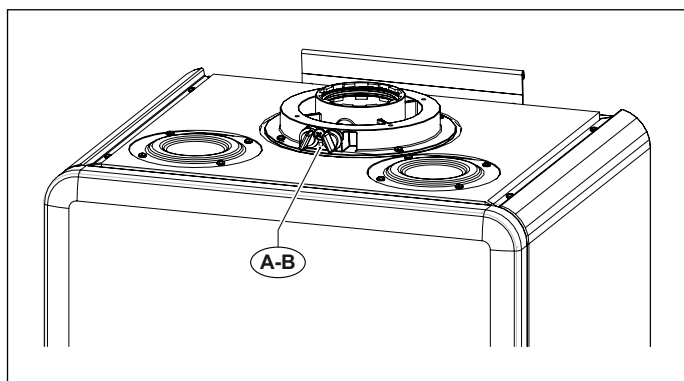
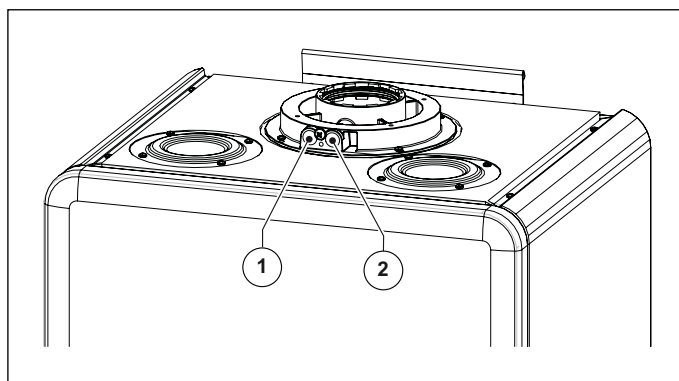

Abb. 19 Abgasstutzen
Abb. 20 Messöffnungen Abgasstutzen
Die Abgasmessung wird, an den dafür vorgesehenen Messöffnungen am Abgasstutzen durchgeführt (siehe Abb. 19 Abgasstutzen und Abb. 20 Messöffnungen Abgasstutzen).
Die Öffnung **A** ist zur Verbrennungsluftmessung bestimmt, die Öffnung **B** für die Abgasmessung (siehe Abb. 20 Messöffnungen Abgasstutzen).
Vor Beginn der Messungen die Verschlussstöpsel **A** und **B** von den Messöffnungen entfernen und die Messsonde des Abgasanalysegeräts positionieren (siehe Abb. 19 Abgasstutzen).
- Messung der Verbrennungsluft **1** (siehe Abb. 20 Messöffnungen Abgasstutzen).
- Messung der Abgastemperatur und des CO₂ Gehalts über die entsprechende Messöffnungen **2** (siehe Abb. 20 Messöffnungen Abgasstutzen).